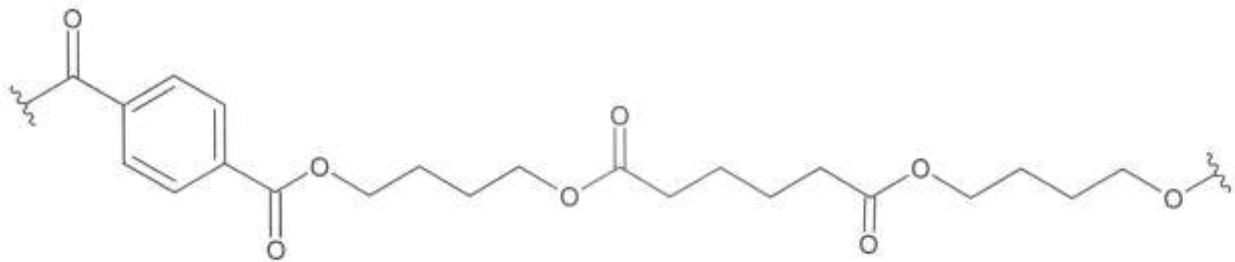

Abb. 1: Strukturformelausschnitt aus einem PBAT-Molekül
- 1 Ein biologisch abbaubarer Kunststoff, der in Lebensmittelverpackungen Verwendung findet, ist PBAT (Polybutylenadipat-terephthalat). Ein Strukturformelausschnitt ist in Abbildung 1 dargestellt:
Ordnen Sie den Kunststoff PBAT (Abb. 1) aufgrund der Verknüpfung der Monomer-Bausteine einer Kunststoffklasse zu. [5 BE]